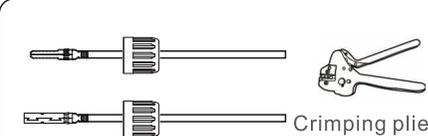

Figura 5.19 Enganche de la clavija de contacto con el cable
3. Enganche la clavija de contacto con el cable utilizando una crimpadora adecuada. (véase la figura 5.19)